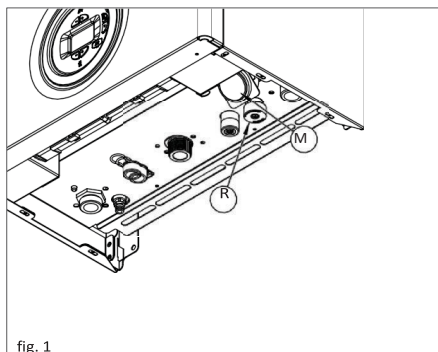
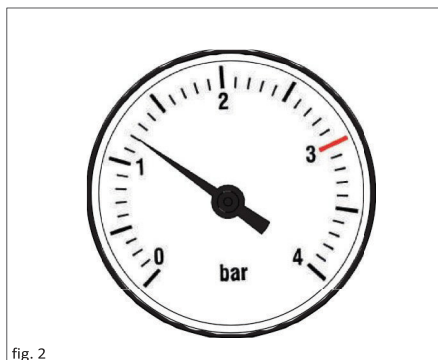

fig. 1
fig. 2
4. SEÑALIZACIÓN DE LLAMA PRESENTE / INDICA TAMBIÉN, EN 3 NIVELES DE PORCENTAJE, EL NIVEL DE POTENCIA MODULANTE DE LA CALDERA (fig.2). LA LLAMA CRUZADA (INTERMITENTE) INDICA QUE HAY UNA AVERÍA DE BLOQUEO ACTIVA; ES NECESARIO REAJUSTARLA.
Para restablecer la presión del agua dentro del sistema, abra el grifo de carga "R" (fig. 1) y asegúrese, mediante el manómetro "M" (fig. 1), de que la presión del sistema alcanza 1,2 bares (véase la fig. 2).
Después de realizar esta operación, asegúrese de que el grifo de carga "R" (fig. 1) esté bien cerrado.